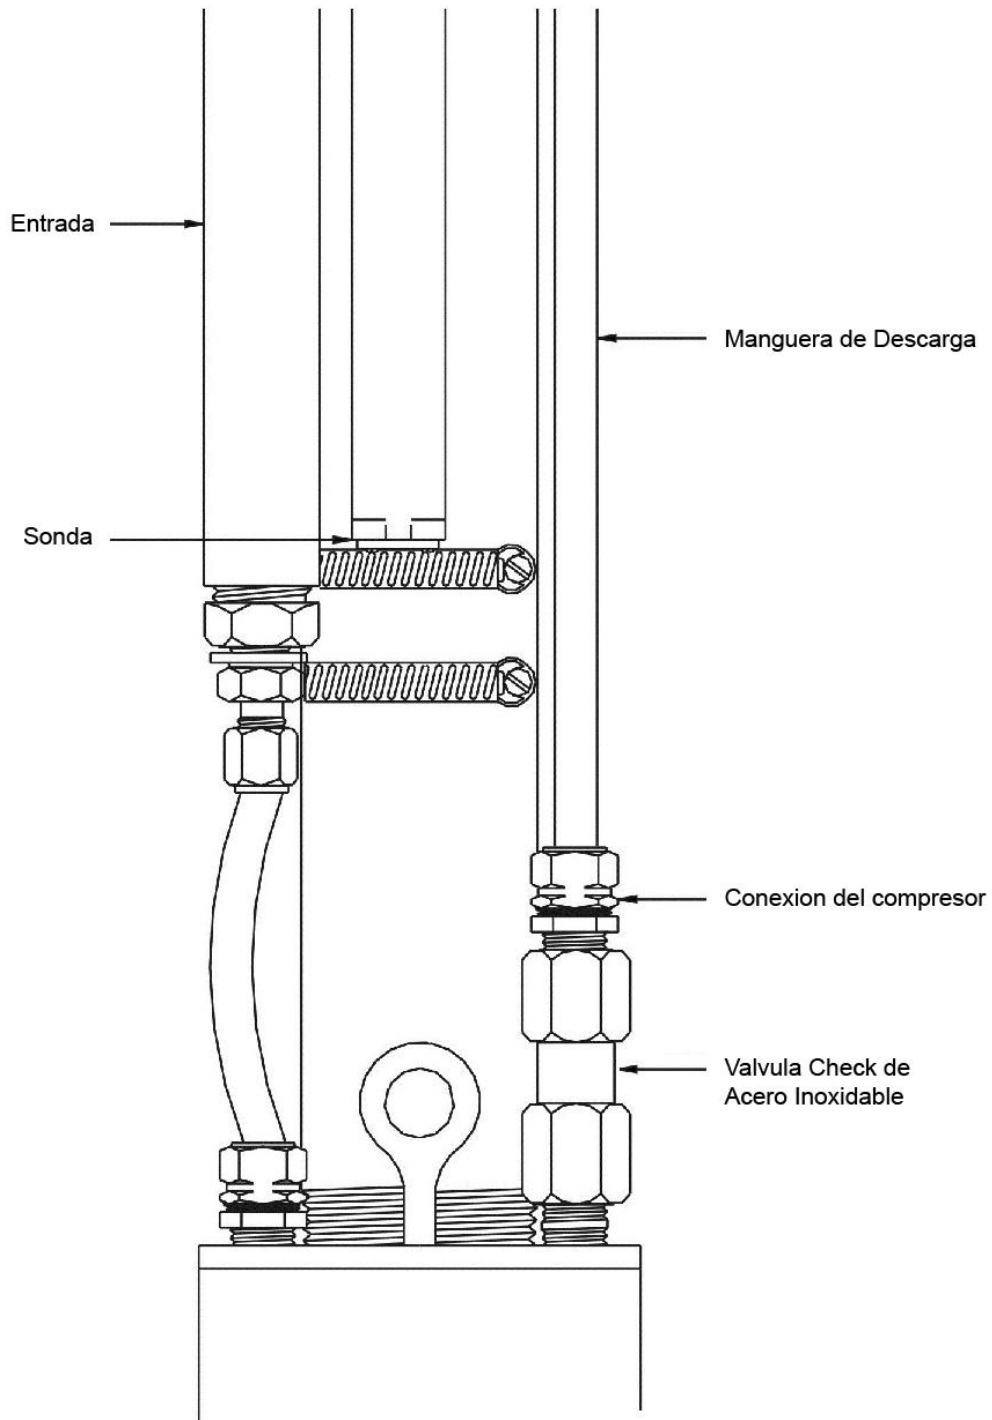

Figura 2-8 – Ubicación de la Manguera de Descarga
1. Sujete un extremo de la manguera de producto de nylon de 3/8" a la conexión de compresión en la válvula check (Ver Figura 2-8). Sujete el cable del cabrestante al cáncamo del sistema PSCAV y cuidadosamente baje la estructura al pozo. Cuando coloque la unidad en posición, asegúrese que la admisión de la bomba de agua (aplicaciones WTDP) no esté más cerca de 1' (30 cm) del fondo del pozo. Esto prevendrá que residuos entren en la admisión de la bomba que puede causar desgaste prematuro en los impulsores de la bomba.